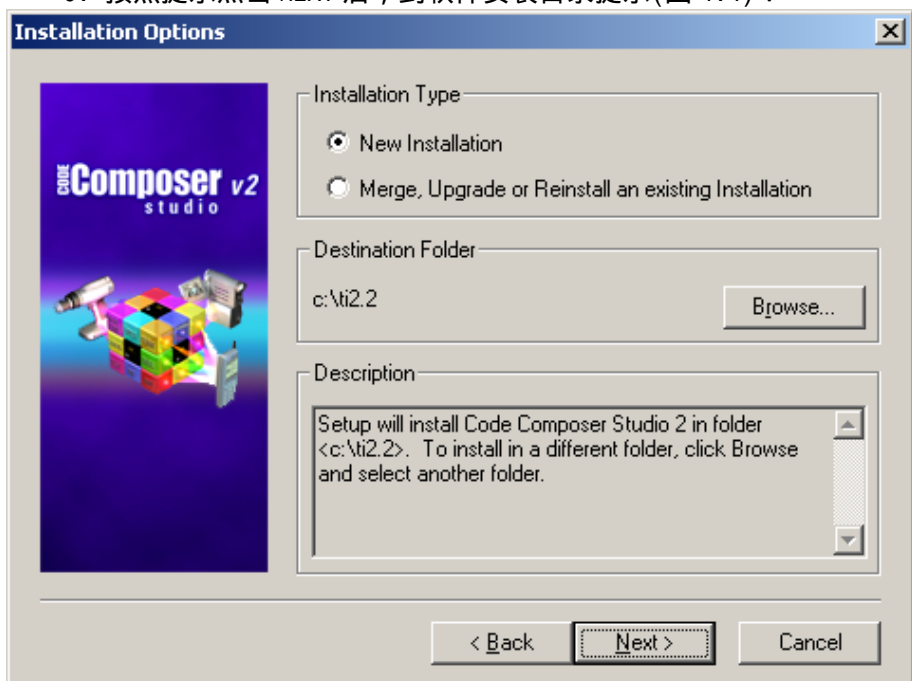

图 4.4 CCS5000 软件安装示意图 3
C. 按照提示点击 NEXT 后，到软件安装目录提示(图 4.4)：
- D. 图 4.4 中可以选择把开发软件安装在不同的目录下，通过“ Browse ”按钮。